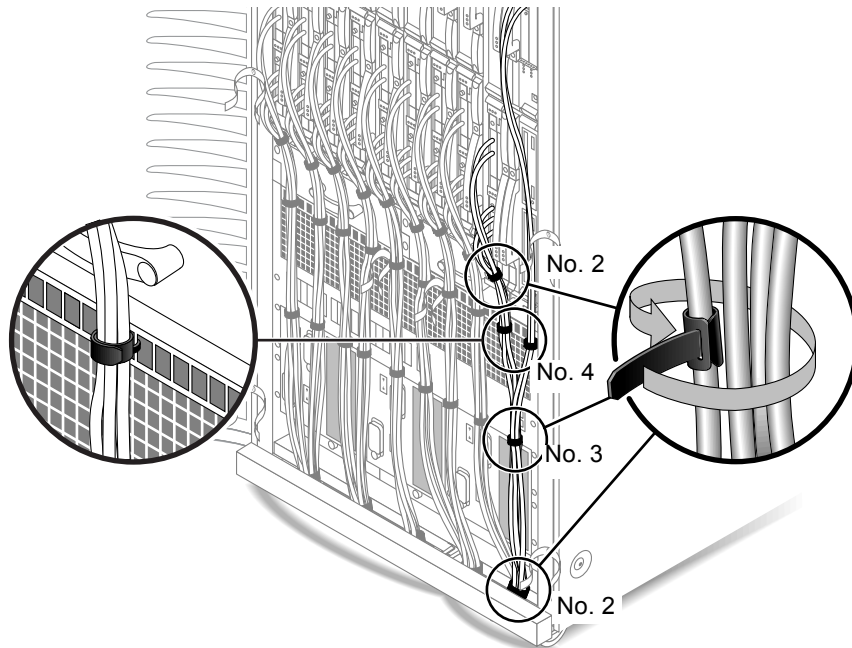

図 2-7 黒の管理ストラップ
5. I/O ボードの真下で、I/O ボードセットのいずれかのケーブルに 25.4 cm (10.0 インチ) の黒のケーブルストラップ (No. 2) を取り付け、残りのケーブルの周りにストラップを巻き付けて、すべてのケーブルを 1 つに束ねます (図 2-7)。
6. 黒のケーブルハンガーストラップに、束ねた 1 組のケーブルと SC ケーブルをそれぞれ垂直に固定します (図 2-7)。
7. 電源装置の上部で、1組のケーブルのいずれかのケーブルに 15.2 cm (6.0 インチ) の黒の小型ケーブルストラップ (No. 3) を取り付け、残りのケーブルの周りにストラップを巻き付けて、すべてのケーブルを 1 つに束ねます (図 2-7)。
8. システムの底部で、2組のケーブルのいずれかのケーブルに 25.4 cm (10.0 インチ) の黒のケーブルストラップ (No. 2) を取り付け、ケーブルの周りにストラップを巻き付けて、2組のケーブルを 1 つに束ねます (図 2-7)。